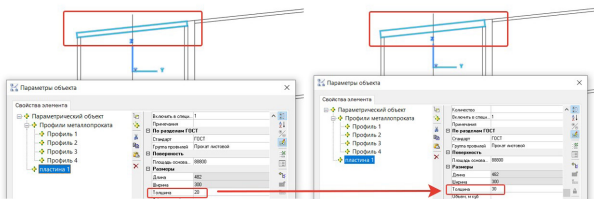

Рис. 40. Изменение толщины торцевой пластины
**Изменение толщины торцевой пластины.** В свойствах параметрического объекта меняем толщину пластины\_1 на 30 мм (рис. 40). Пластина изменила толщину и сохранила положение в соответствии с исходными данными. Вывод: "работает".